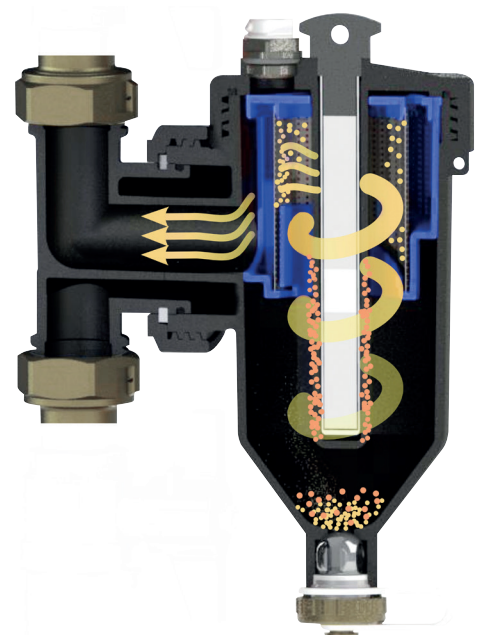

Fig. B3 : filtration mécanique
- **filtration mécanique** : les particules qui circulent encore sont retenues par les mailles du filtre (8) (fig. B3) ;